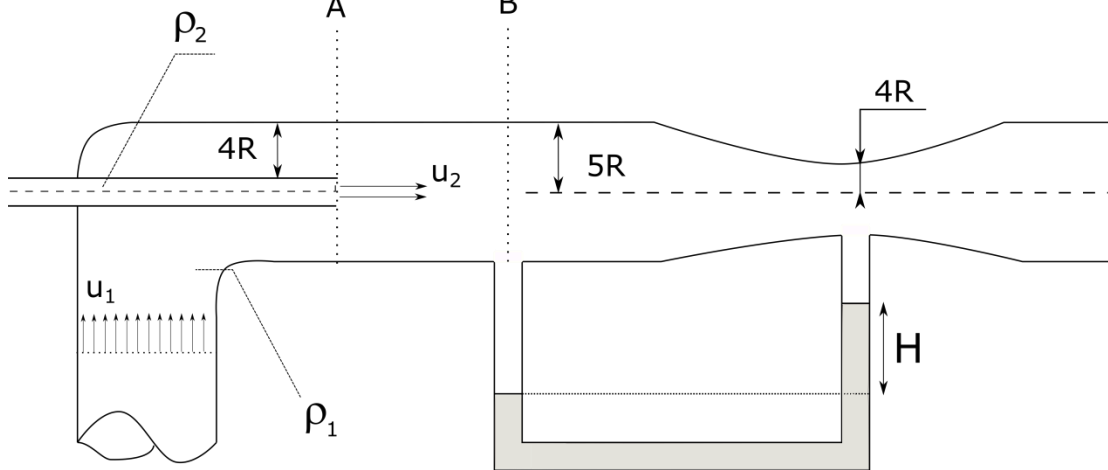

Figura 1. Sistema de tubulação com fluidos com massa específica diferente
1. (25P) A Figura 1 (vista em planta) mostra um conjunto de tubulações circulares conectadas. Na tubulação principal, com raio  $5R$ , escoam um fluido com massa  $\rho_1$  e velocidade  $u_1 = 0,96 \text{ m/s}$  (velocidade observada na região à montante do escoamento apresentado na Figura 1). Na seção A uma tubulação de raio  $R$  adentra o centro da tubulação principal e introduz um fluido 2 (de massa específica  $\rho_2 = 4\rho_1$ ) com velocidade  $u_2 (= 19,79u_1)$ . Na seção B os fluidos já estão completamente misturados. O fluxo segue até uma contração, que reduz a tubulação à um raio  $4R$ . Dado que a diferença de pressão na seção AB é  $\Delta P_{AB} = P_A - P_B = 4,34 \rho_1 u_1^2$ , encontre o valor de  $H$  em metros considerando que o fluido manométrico tem massa específica  $\rho_m = 8\rho_1$ .